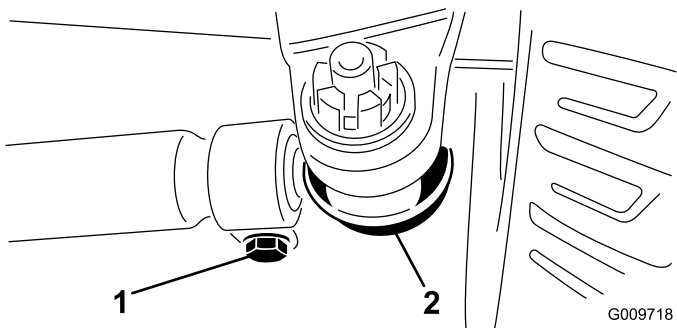

Figure 71
3. Pour le régler, retirez la goupille fendue et l'écrou de l'une des rotules de biellette (Figure 71). Déposez la rotule de biellette du support du corps d'essieu.
4. Desserrez les fixations aux deux extrémités des biellettes (Figure 71).